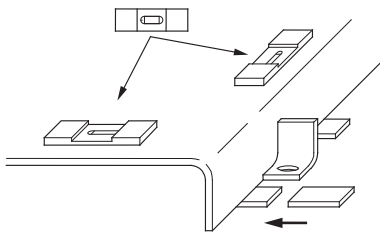

Fig. 8: nivelación y alineación de la placa base
- Coloque la placa base y nivélela en ambas direcciones mediante arandelas de compensación adicionales (véase la Fig. 8).
- Cuando coloque el grupo sobre los cimientos, alíneelo con los cimientos mediante el nivel de burbuja (en el eje/la boca de impulsión) (véase la Fig. 8). La placa base debe estar alineada horizontalmente con una tolerancia de 0,5 mm por metro.